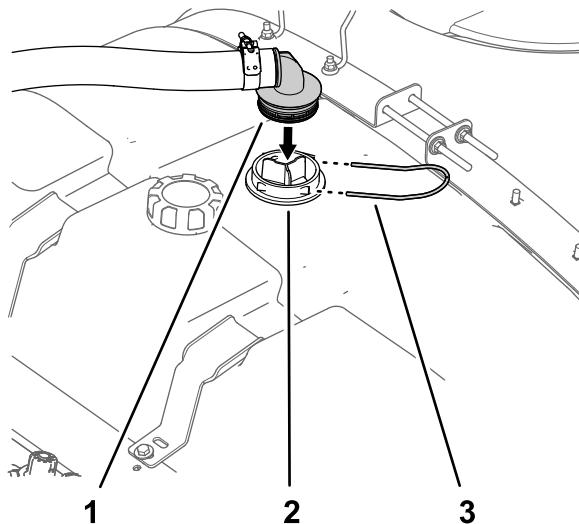

Figura 2
1. Na parte superior do depósito de pulverização, retire a forquilha de retenção que prende a união estriada de 90° do tubo de sucção à caixa do filtro de sucção e separe a união estriada da caixa (Figura 2).
- Retire a união de 90° da caixa do filtro de sucção (Figura 2).